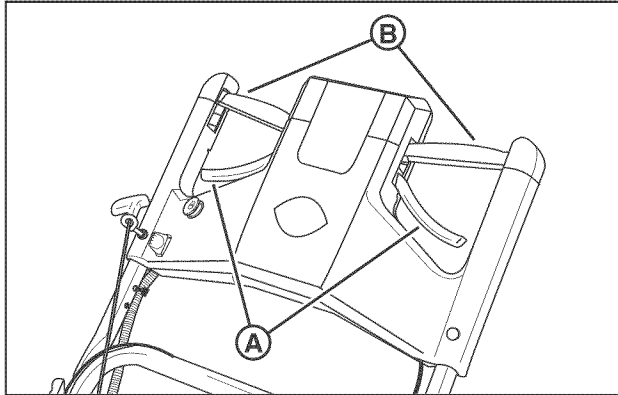

Figure 1 : Commandes de tonte
2. Vérifier la commande de lame (**A, Figure 1**) et la commande d'entraînement (**B**) afin de s'assurer qu'ils fonctionnent librement.